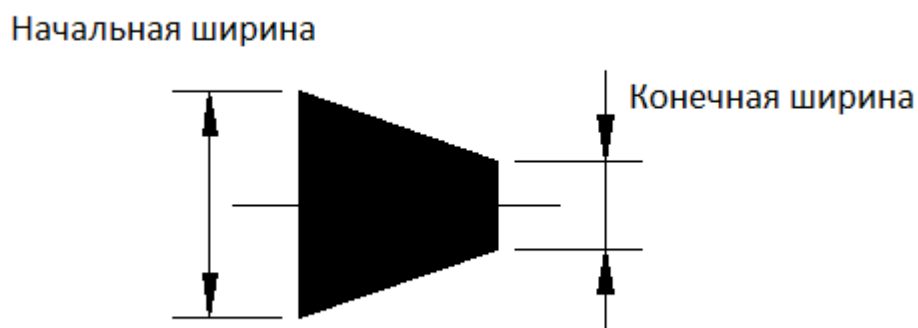

Рис. 3.3 Параметры опции **Width**(*Ширина*)
- **Width** (*Ширина*) – толщина линии построения последующих сегментов полилинии. При этом задается начальная и конечная ширина (рис. 3.3);